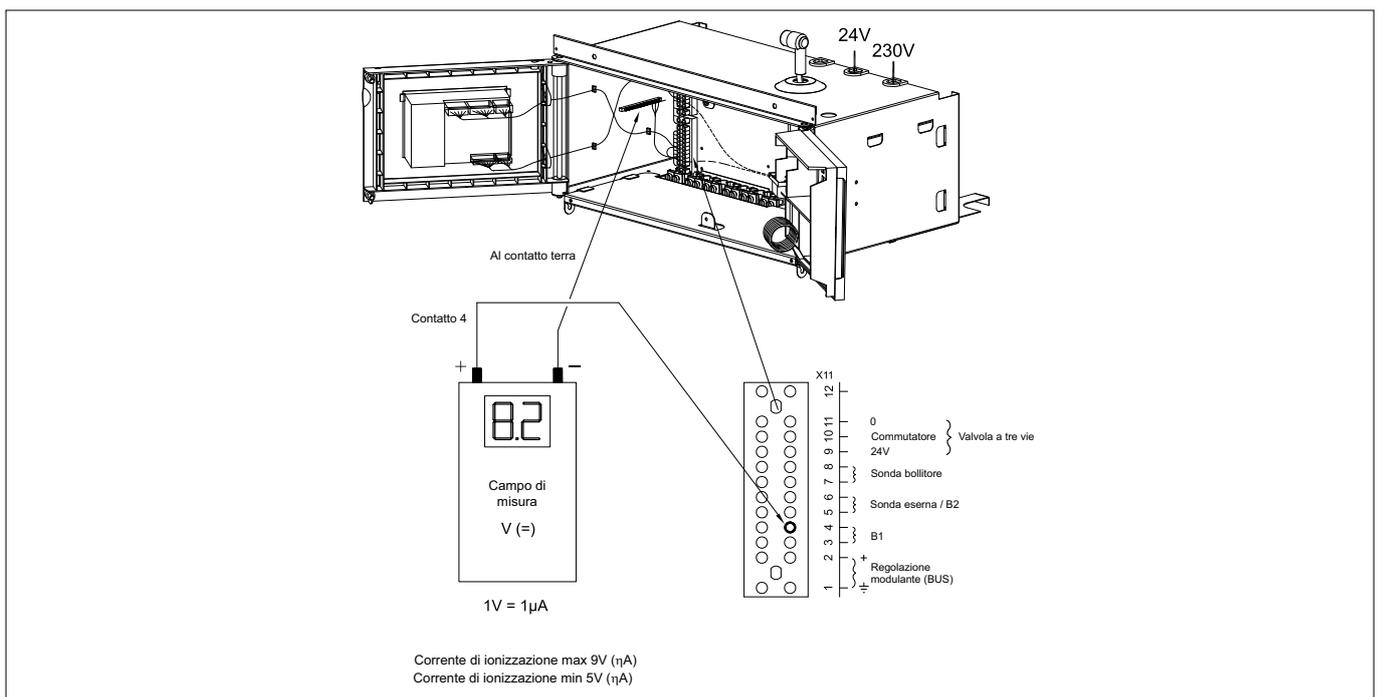

Fig. 20 Misurazione della ionizzazione
- Verificare i valori di resistenza dei sensori della temperatura in base alla Fig. 20 (umidità sui sensori).